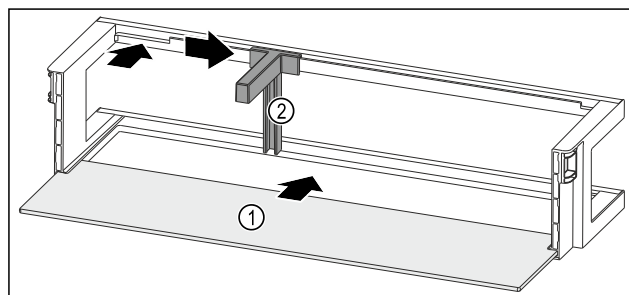

Fig. 264 Дверная полка со съёмной полкой
- ▶ Вдвиньте съёмную полку Fig. 264 (1) в боковые пазы.
- ▶ Установите держатель для бутылок Fig. 264 (2) в выемку.
- ▶ Сместите держатель для бутылок Fig. 264 (2) в нужное положение в сторону.